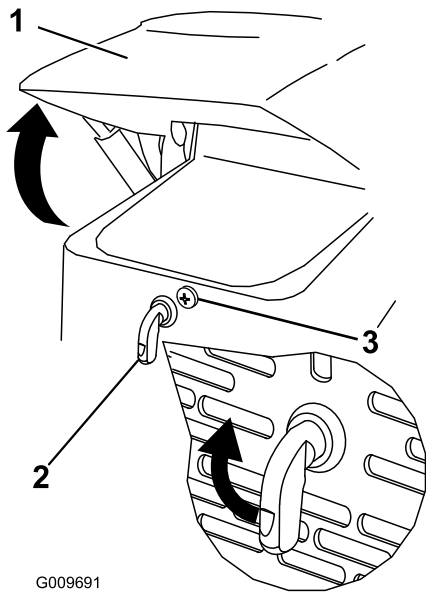

Figure 23
1. Desserrez la vis de verrouillage du capot (Figure 23).
2. Tournez le verrou du capot dans le sens horaire (Figure 23).
3. Soulevez le capot (Figure 23).
3. Serrez la vis de verrouillage du capot pour fixer le verrou (Figure 23).